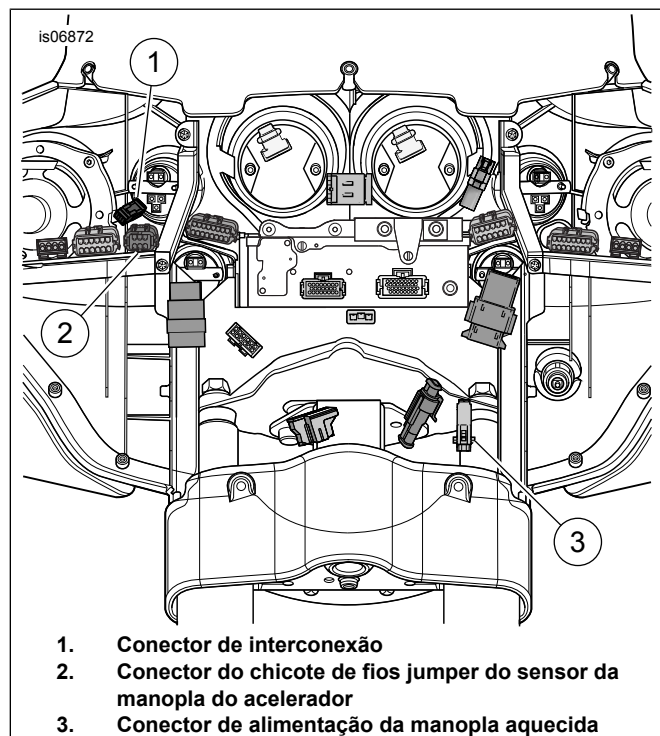

Figura 6. Fiação da carenagem (modelos FLH)
2. Veja a figura 6. Conecte a metade do conector de alimentação da manopla esquerda ao conector de alimentação da manopla (3).
Veja a figura 6. O conector de alimentação da manopla (3) tem uma ponteira que deve ser removida antes de conectá-lo à fiação do veículo.
3. Conecte (1) ao conector da manopla do lado esquerdo.
- c. Conecte o conector do chicote de fios principal TGS do chicote de fios jumper no conector (2).
5. Conecte a metade do conector da manopla aquecida da manopla esquerda no conector de interconexão da manopla aquecida do lado direito (1).